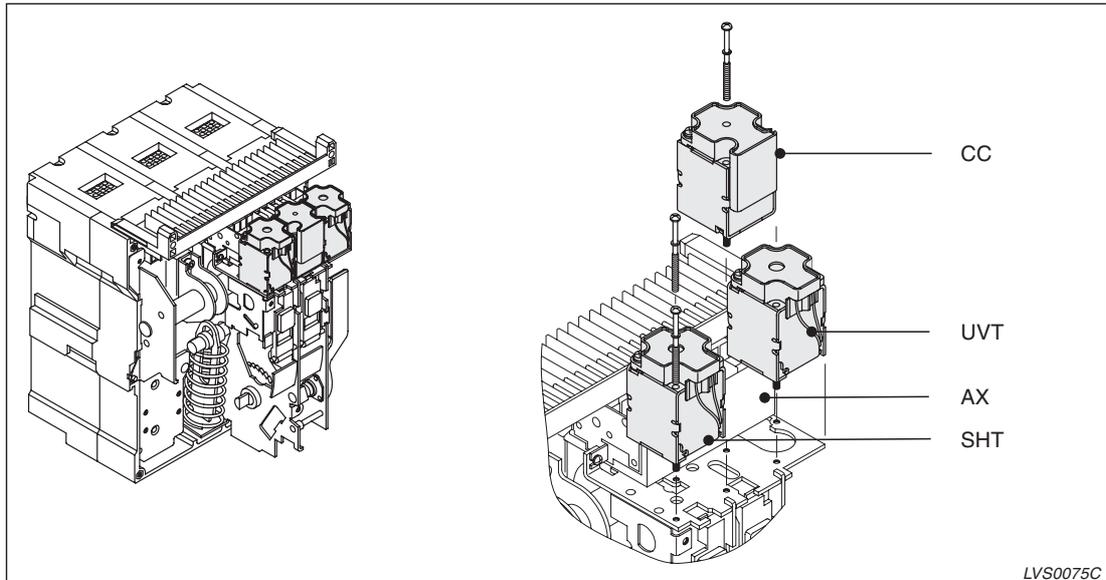

Abb. 4-3: Ausbau des SHT, der CC und des UVTs
- ① Entfernen Sie die M4-Befestigungsschrauben entsprechend Abb. 4-3.
- ① Entfernen Sie die M4-Befestigungsschrauben gemäß Abb. 4-3.
- ② Lösen Sie die Flachstecker von den Klemmen CC+ (A1) und CC- (A2) des Klemmenblocks.
- ② Lösen Sie vom UVT den Flachstecker der Klemmen U+ (J1) und U- (J2) am Klemmenblock.